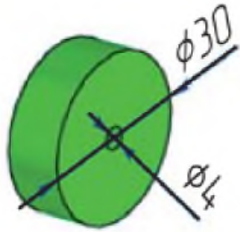

Рис. 13
9. Колеса лучше будут смотреться, если каждое колесо выполнить из двух деталей — диска (рис. 13) и покрышки (рис. 14). Диск колеса можно выполнить несколькими способами, — выпилить из древесины или фанеры, отрезать от цилиндрической заготовки, выточить на токарном станке. Покрышки колёс изготавливаются сверлением заготовки из фанеры или твердой древесины подходящей толщины (10 мм) сразу двумя коронками по дереву